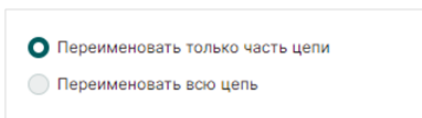

Рис. 141 Настройки переименования цепи
6. Если цепь состоит из нескольких фрагментов и порт размещается на одном из свободных окончаний, то в окне «Разместить силовой порт» будут доступны настройки переименования цепи (Рис. 141):